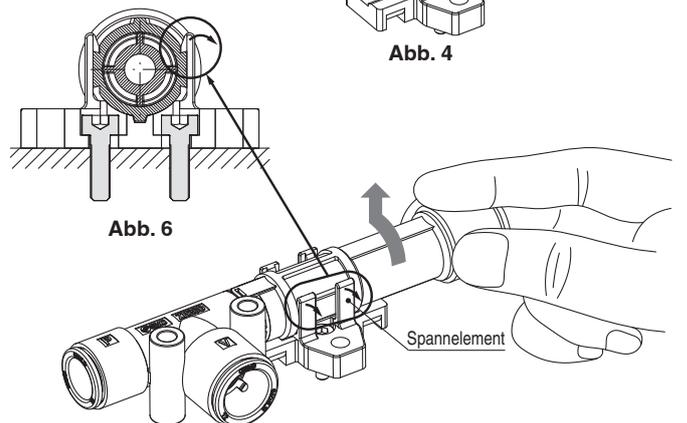

Abb. 5
- 4) Um das Gehäuse von der Befestigung zu entfernen, hängen Sie die Spannelement (2 St.) auf einer Seite außer Acht und ziehen Sie den Vakuumzeuger, während Sie den Adapter drehen. Wenn der Vakuumzeuger ohne Aushängen der Spannelement gezogen wird, kann die Befestigung (Abb.5, 6) beschädigt werden. Wenn eine erhöhte Haltekraft erforderlich ist, wenden Sie sich an Ihren SMC-Vertreter.